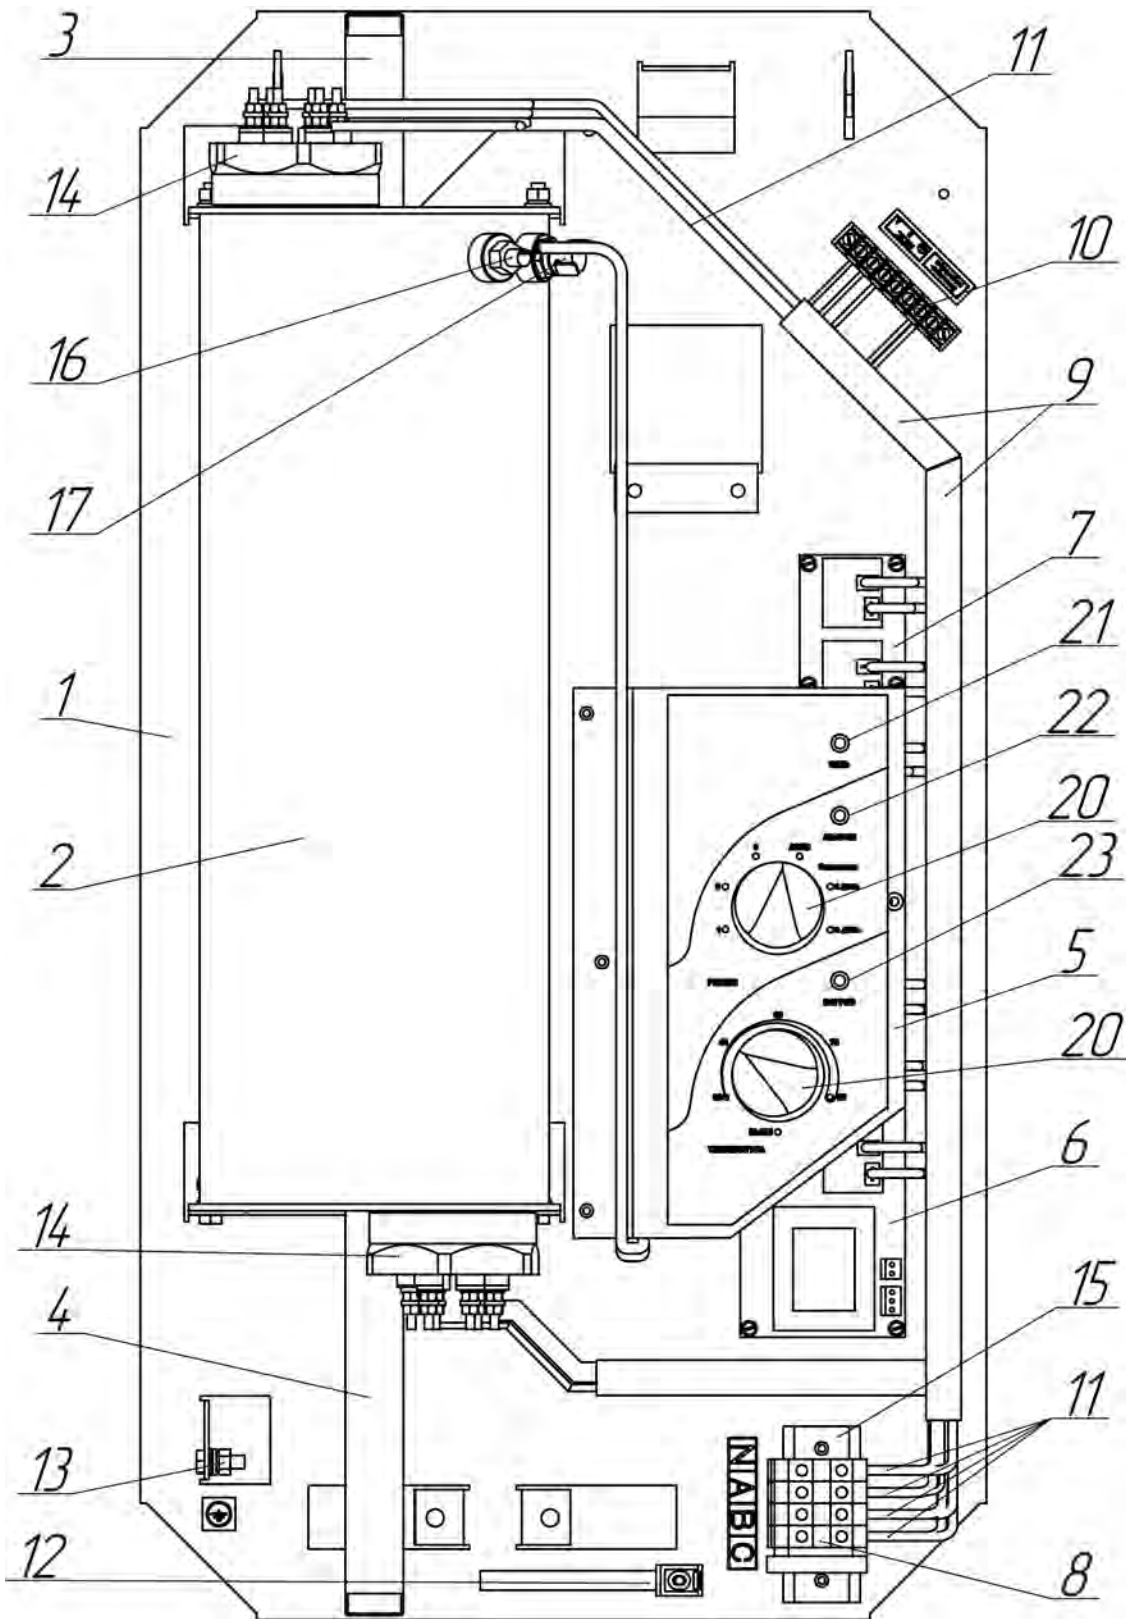
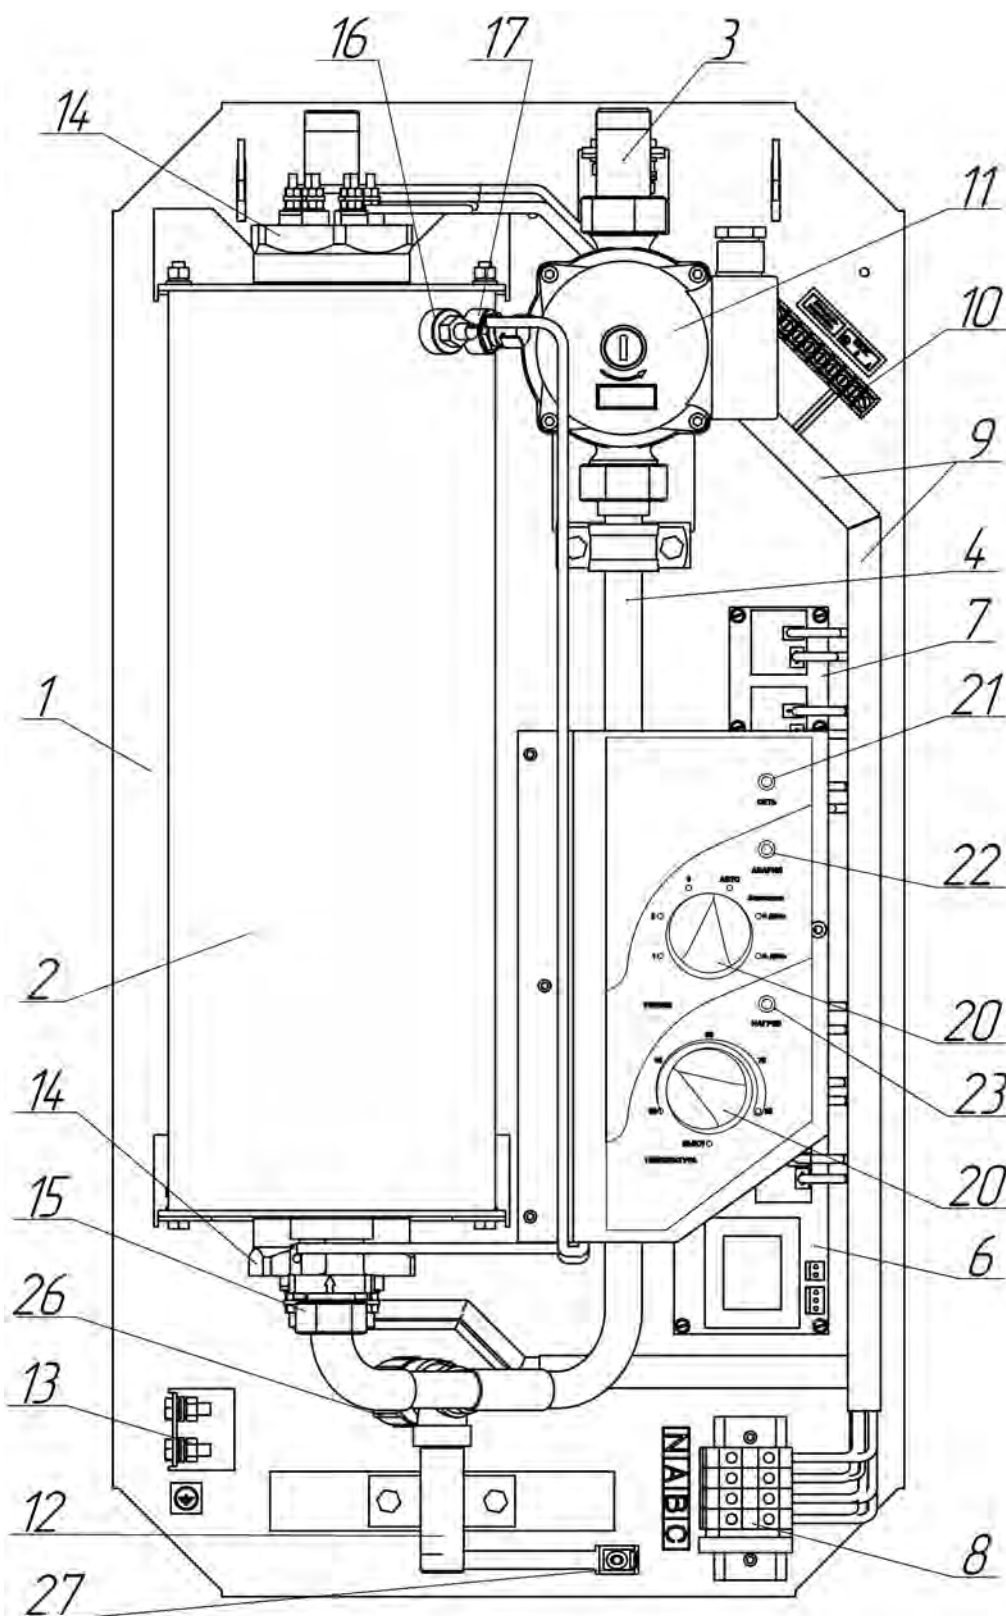
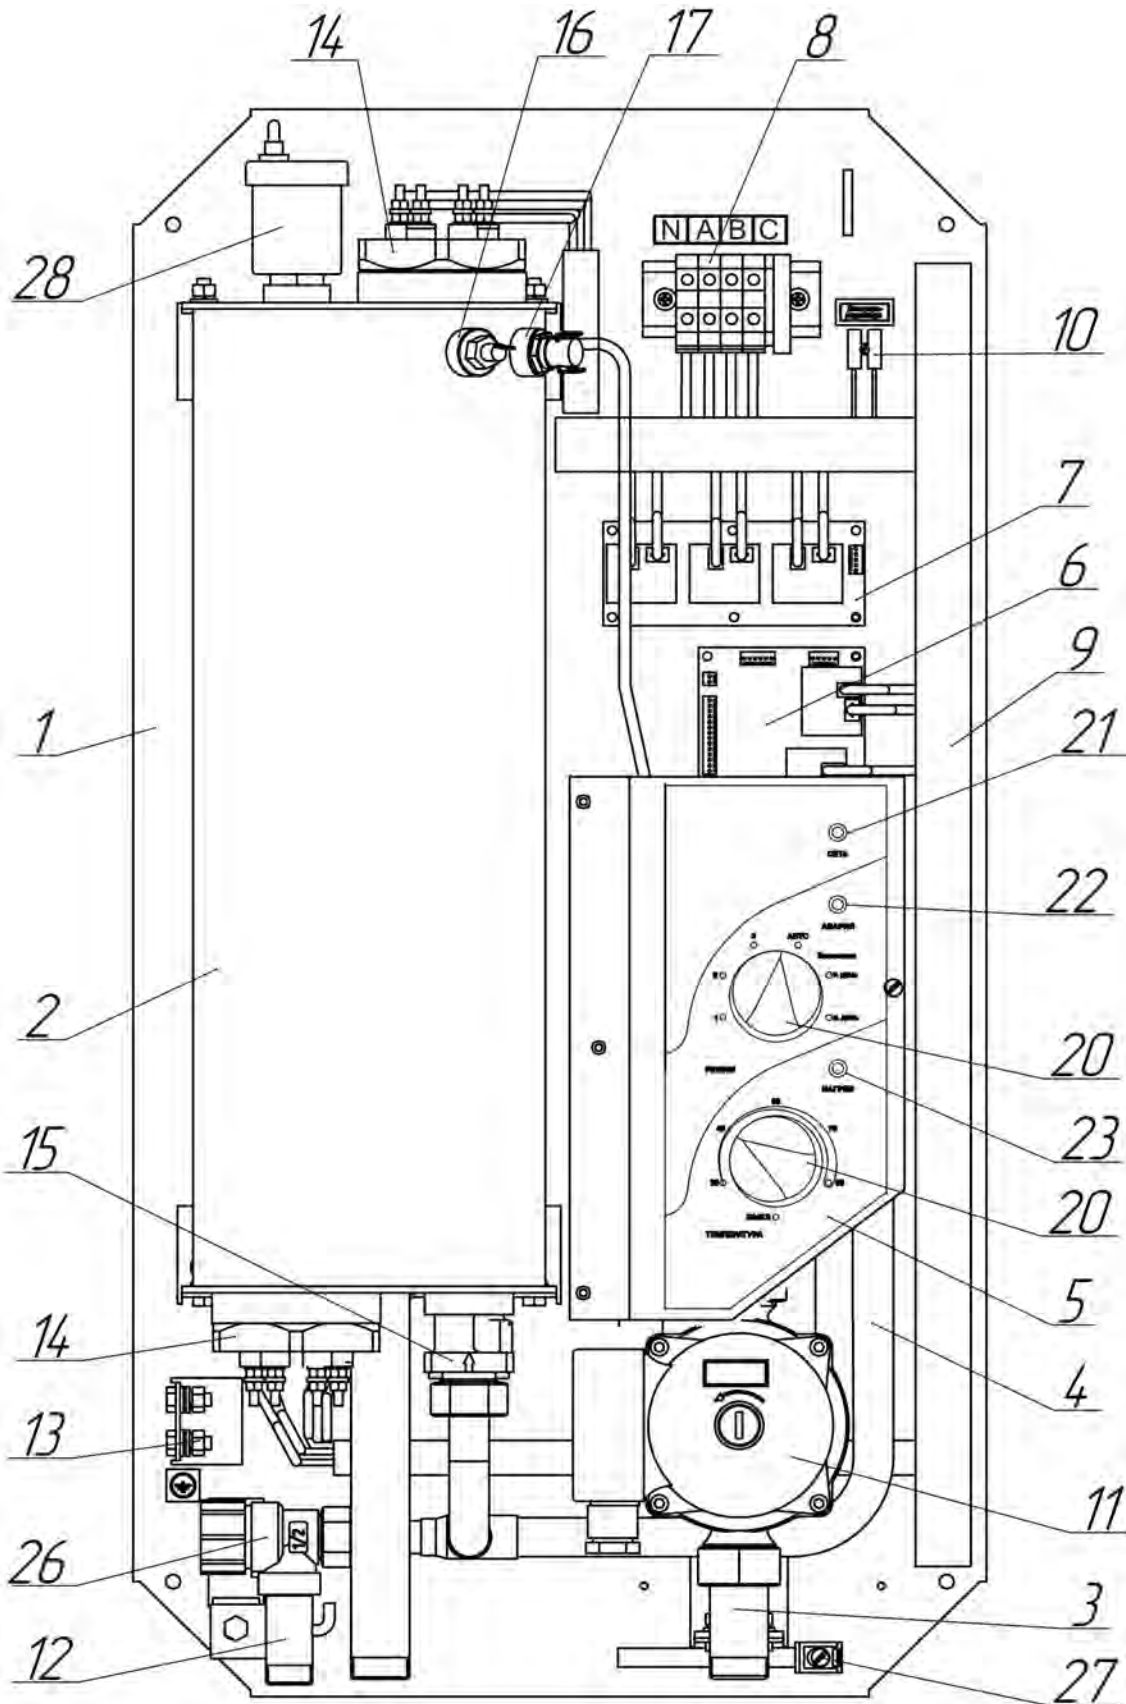

Рис. 1 Внешний вид прибора ЭПН-01-XX (со снятым кожухом)
Рис. 2 Внешний вид приборов ЭПН-01Д-XX и ЭПН-02-XX (со снятым кожухом)
Рис. 3 Внешний вид прибора ЭПН-02Н-ХХ (со снятым кожухом)
4.1. Внешний вид прибора ЭПН-01-XX со снятым кожухом показан на рис.1, внешний вид приборов ЭПН-01Д-XX и ЭПН-02-XX показан на рис.2 (прибор ЭПН-02-XX конструктивно отличается от ЭПН-01М-XX только наличием платы суточного программатора), внешний вид прибора ЭПН-02Н-XX показан на рис. 3.
4.1.1. Описание основных элементов прибора ЭПН-01-XX (рис. 1).
#### 4.1.2. Описание основных элементов прибора ЭПН-01Д-ХХ и ЭПН-02-ХХ (рис. 2).
#### 4.1.3. Описание основных элементов прибора ЭПН-02Н-ХХ (рис. 3).
4.4. Принцип действия прибора основан на преобразовании электрической энергии в тепловую с помощью трубчатых электронагревателей – ТЭНов, которые конструктивно исполнены в виде блоков (14) (рис.1, 2, 3). Электрически ТЭНы разбиты на 3 группы – ступени мощности, каждая из которых составляет 1/3 номинальной мощности котла. Это позволяет осуществлять нагрев теплоносителя на 1/3, на 2/3 или на полной мощности прибора. Для стабилизации температуры теплоносителя на заданном уровне, который называется пороговым, система управления подключает или отключает ступени мощности в соответствии с текущими параметрами и заданной программой работы.
В ручных режимах котел может работать под управлением внешнего датчика температуры воздуха (комнатного термостата), который подключается к клеммной колодке "Датчик температуры воздуха" (10) на рис. 1, 2, 3), замыкание контактов термостата приводит к выключению нагрева независимо от текущей температуры теплоносителя. При размыкании контактов восстанавливается штатная работа заданного ручного режима.
4.5.5. При подключении к прибору (к клеммной колодке "Датчик температуры воздуха" (10) на рис. 1, 2, 3) датчика температуры воздуха (комнатного термостата) или программируемого регулятора температуры воздуха управление прибора автоматически переключается на совместную работу с этим устройством, при условии, что задан один из трех ручных режимов (см. пп. 7.2.8., 7.2.9.).